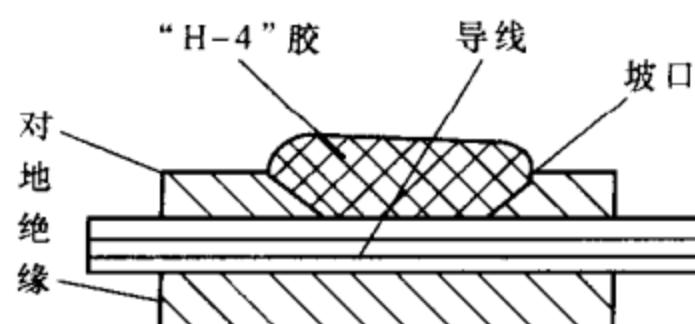

图 1-38 涂敷“H-4”胶至厚线圈绝缘层处
(1) 用电工刀清理流胶孔洞周围的保护绝缘和对地绝缘。损坏绝缘与完好的绝缘层交接处，要削成坡口，以增加爬电距离。
(2) 检查铜线和匝间绝缘的损坏情况。切除灼毁的导线段，用同一规格的导线补焊连接，然后锉平、修光，重新包扎好匝间绝缘。
(3) 仔细清理残留在线圈上的绝缘碎片和毛刺。然后测量线圈直流电阻值。
(4) 涂敷“H-4”胶至原来线圈绝缘层的厚度，如图 1-38 所示。涂敷过程中，应特别注意操作地点要干净，防止杂质和导电粉尘粘在绝缘上。
(5) 电机在室温下自然干燥 8~12h 即可通电运行。